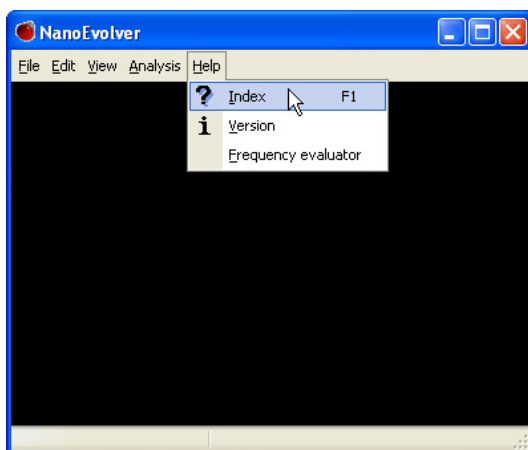

Рис. 16. Начальный вид главного окна программы «*NanoEvolver*». Выделена команда *Index* из пункта *Help* главного меню
2. Начальный вид окна программы прост, и главное меню пока не предоставляет доступа к большинству имеющихся команд. Первое внимание обратите на команду *Index* меню *Help* (см. рис. 16). Эта команда (а также назначенная ей